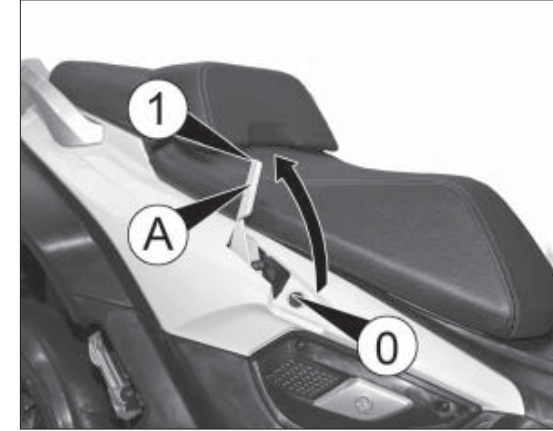

fig. 8
- baje la palanca A fig. 8, acompañándola sin soltarla durante toda la operación, desde la posición 1 a la posición 0.